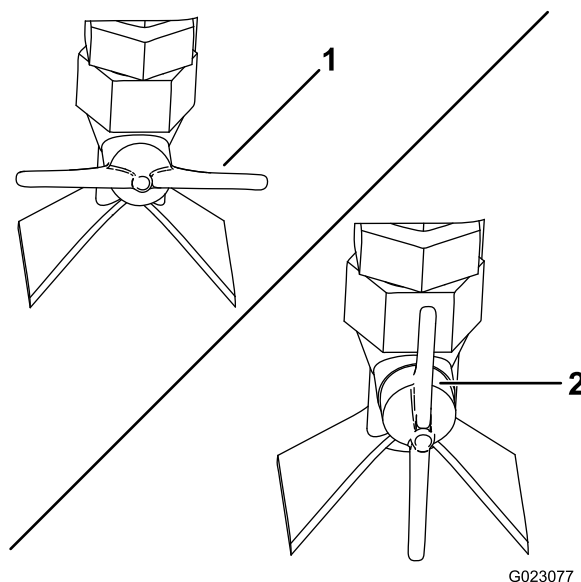

Рисунок 54
- Для получения струи в виде веера поверните клапан распылителя сбоку на сопле в горизонтальное положение (Рисунок 54).
- Для получения струи в виде потока поверните клапан распылителя сбоку на сопле в вертикальное положение (Рисунок 54).